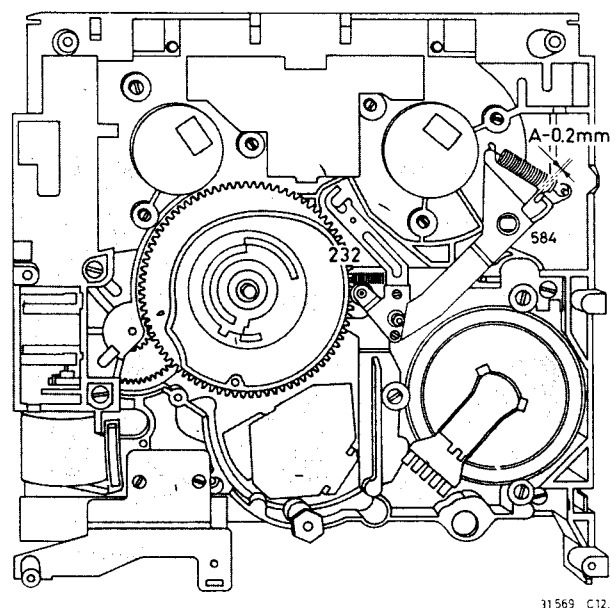

Fig. 2-20
- Prüfen, ob der Abstand A $0,2$ mm beträgt. Ist das nicht der Fall, muss der Exzenter erneut eingestellt werden. (Abb. 2-20).